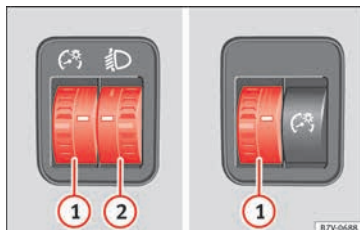

Fig. 142 Al lado del volante: reguladores de la iluminación de los instrumentos y los mandos ① y del alcance de las luces ②.
① Iluminación de los instrumentos y los mandos
Con las luces encendidas se puede regular la intensidad de la luz de los instrumentos y los mandos girando el mando » **fig. 142 ①**.
② Regulación del alcance de las luces
La regulación del alcance de las luces » **fig. 142 ②** se adapta según el valor del haz luminoso del faro al estado de carga del vehículo. Con ello el conductor tiene la mejor visibilidad posible y no deslumbra a quien circula en sentido contrario » .
Para ajustar, gire el mando » **fig. 142 ②**: